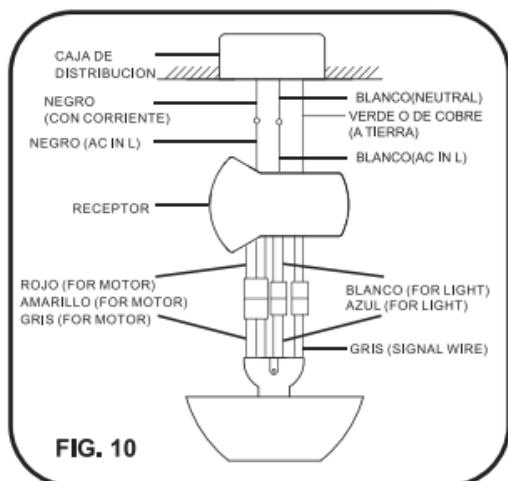

FIG. 10
Paso 3. Motor de cables del receptor conexiones eléctricas conectar las 4P - 4P para el motor / 2p - 2p para la luz / gris * gris para la señal desde el motor hasta el receptor .(Fig. 10)